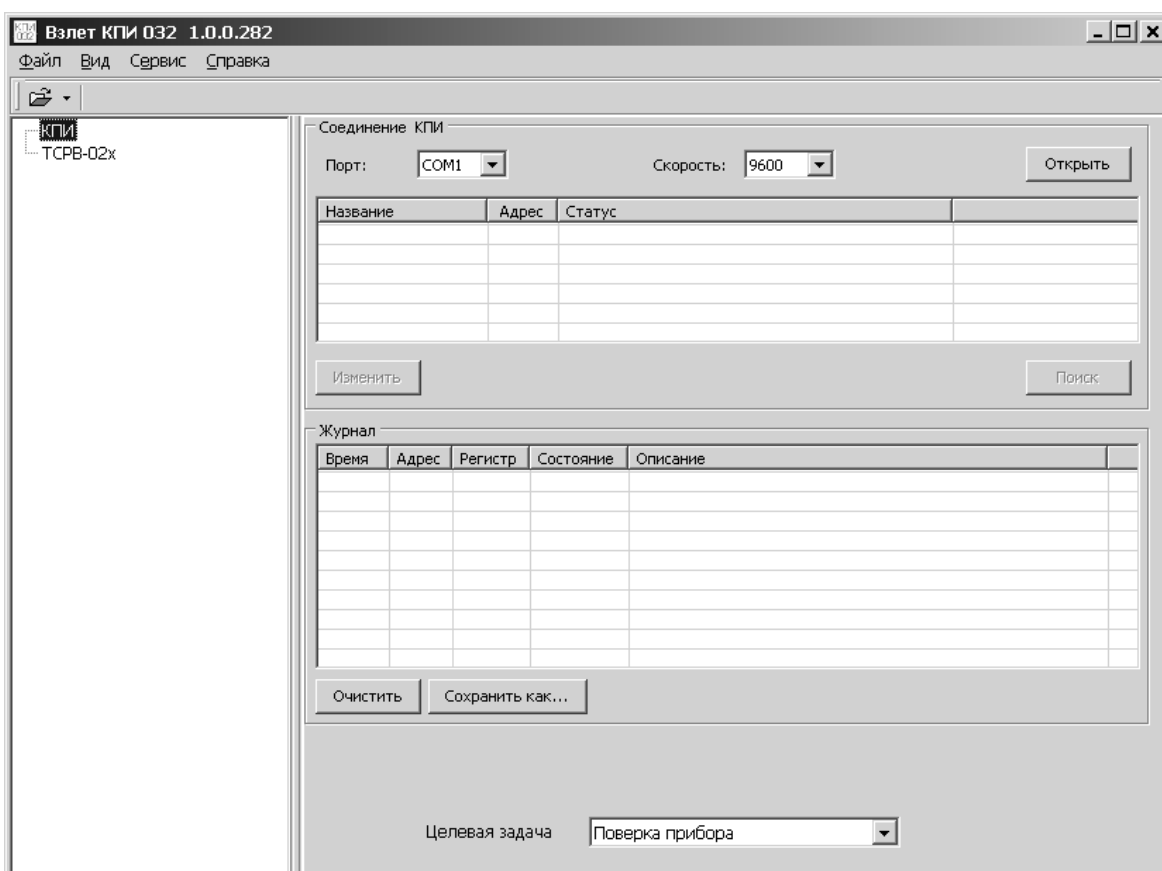

Рис. 2. Вид основного окна программы.
2.4.1.1. Запустить на ПК программу «Взлет КПИ 032», после чего на экране монитора отобразится основное окно (рис.2).
- в строке меню основного окна (рис.2) выбрать команду **Сервис / Параметры**;